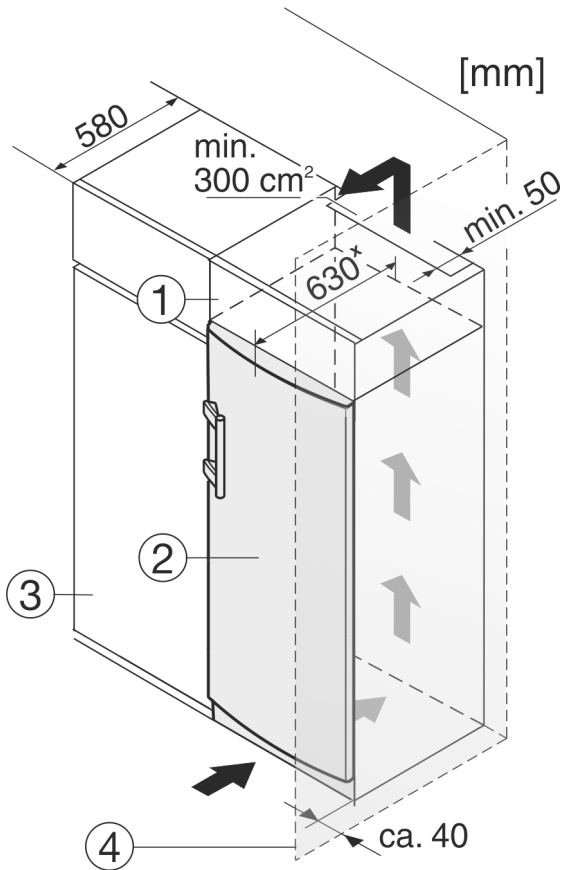

Fig. 10
A készüléket körbe lehet építeni konyhaszekrényekkel. Rá lehet szerelni Fig. 10 (2) egy rátét szekrényt, hogy a készüléket a konyhabútorok magasságához Fig. 10 (1) igazítsa.
Ha a készüléket konyhaszekrényekkel építi körül (max. 580 mm mélységben), akkor a készüléket közvetlenül a konyhaszekrény Fig. 10 (3) mellé is felállíthatja. A készülék oldalt 34 mm x mértékben áll előrébb a konyhaszekrény előlapjához képest, a készülék közepénél pedig 50 mm x mértékben.
Ha a készüléket a zsanérjaival a fal Fig. 10 (4) mellé állítja, akkor a készülék és a fal közötti távolság legalább 40 mm kell legyen. Ez a fogantyú túlnyúlásának felel meg, amikor kinyitja az ajtót.